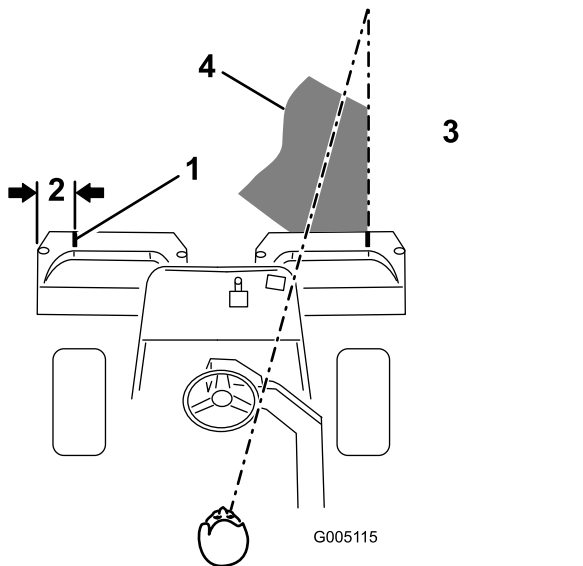
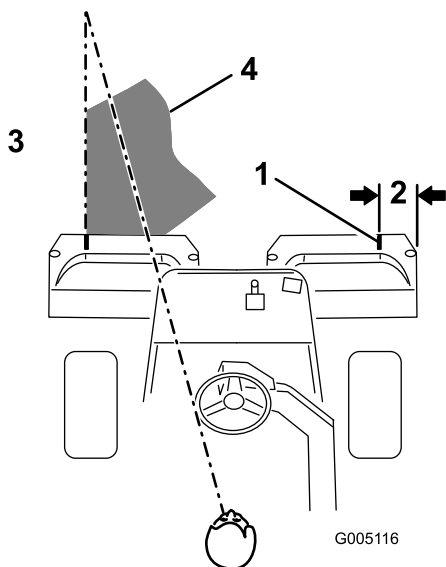

Figura 29
Figura 30
2. Coloque uma fita branca ou pinte um tira em cada um dos cestos, paralelamente à extremidade exterior de cada cesto (Figura 29).
3. Sobreponha uma quantidade mínima com o corte anterior nas passagens adicionais. Para cortar em linha reta ao longo do relvado e de modo a conseguir manter uma distância equitativa entre a extremidade da zona de corte anterior, estabeleça uma linha imaginária de aproximadamente 1,8 a 3 m à frente da máquina até a extremidade da zona por cortar (Figura 29 e Figura 30). Alguns utilizadores acham útil incluir a borda exterior da roda motriz na linha imaginária; por exemplo, mantenha a extremidade da roda motriz alinhada com um ponto que se mantém sempre à mesma distância da dianteira da máquina (Figura 29 e Figura 30).